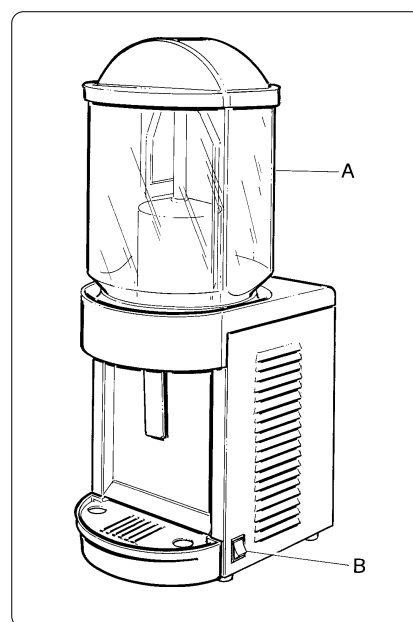

Fig. 1
- Introducir el producto en el recipiente (A) y encender la máquina con el interruptor (B) - fig. 1.